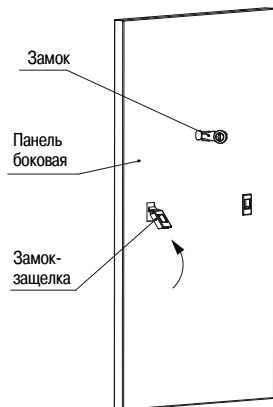

Рисунок 10 – Закрепление замка в панели боковой
3.3.1 Извлеките из третьего места панели боковые. Вставьте в прямоугольные отверстия панелей замки-защелки. Вставьте в отверстие панелей замки, предварительно скрутив гайки. Проверьте правильность установки замков. При правильной установке язычки замков переводятся в положение «закрыто» сверху вниз. Закрепите замки на панелях гайками (рисунок 10).